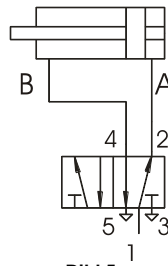

Bild 5
Pneumatik Anschluss, Bild 5, 6
1. Gewindestopfen (1) am Zylinder (2) entfernen und am Parallelanschluss wieder montieren.
3. Pneumatikschläuche gemäss Schema anschliessen; Bild 5